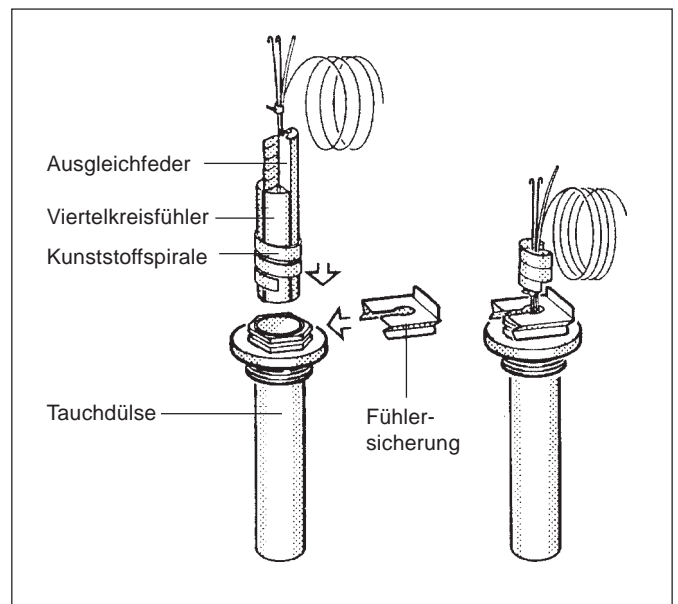

Abb. 11: Tauchhülse und Temperaturfühler
- Fühlersicherung von der Meßstelle entfernen, Fühler aus der Meßstelle ziehen, Blindstück entfernen und Viertelkreisfühler des Kesselwassertemperaturfühlers mit Hilfe der Kunststoffspirale mit den anderen Viertelkreisfühlern zusammenbinden (Abb. 11).
- Temperaturfühler bis zum Anschlag in die Tauchhülse einstecken. Die Kunststoffspirale schiebt sich dabei automatisch zurück. Die Ausgleichfeder muß mit in die Tauchhülse geschoben werden (Abb. 11).